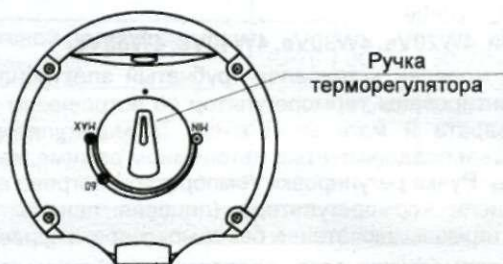

Рисунок 2 - Панель управления ЭВН моделей 4W20Vs1, 4W30Vs1, 4W40Vs1, 4W50Vs1
- в ЭВН моделей 4W20Vs1, 4W30Vs1, 4W40Vs1, 4W50Vs1 регулировка осуществляется с помощью выведенной наружу ручки терморегулятора. Поворотом ручки терморегулятора по часовой стрелке увеличивают температуру нагрева воды, против часовой стрелки - уменьшают. Для ориентации на шкале обозначено положение ручки терморегулятора, соответствующее нагреву воды примерно до 60 °C (см. рисунок 2).